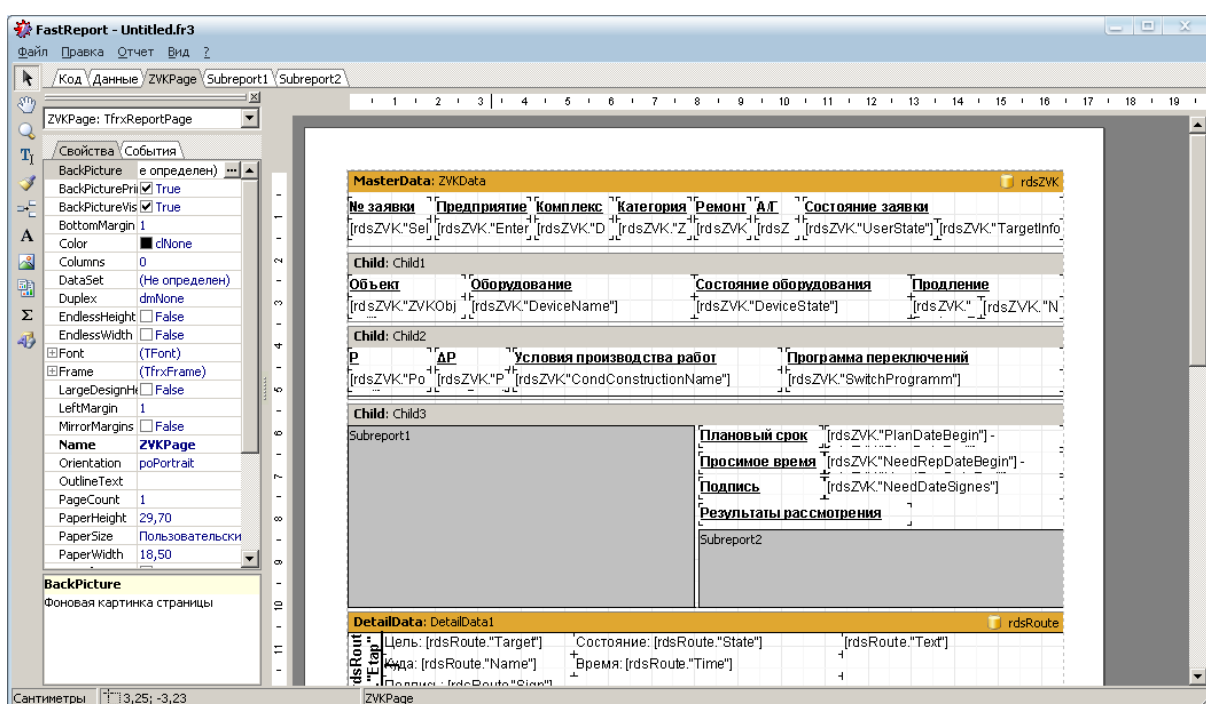

Рисунок 8.80 – Форма редактирования шаблона отчетов
- 3) В открывшейся форме редактирования шаблона отчетов (Рисунок 8.80) отредактировать шаблон (описания наборов данных и правила редактирования шаблонов отчетов описаны в документе «Руководство разработчика. Отчетные формы»).